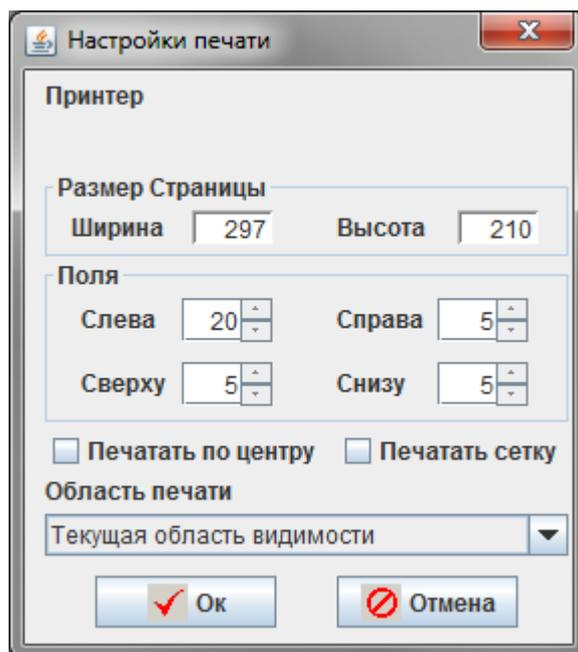

Рисунок 11 – Настройки печати
- убедиться, что появилось окно «Настройки печати» (Рисунок 11 –);